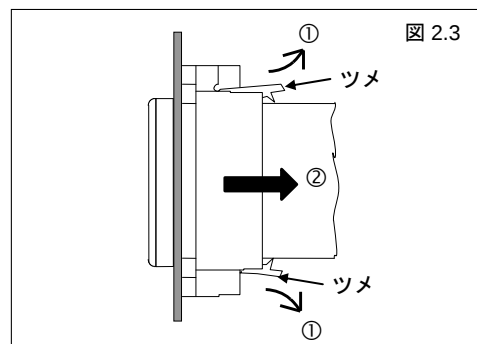

図 2.3
3. 取付具の上下のツメを外側に反らしながら (①)、取付具を AF110 の後方へずらし (②)、取付具を取り外します。(図 2.3)。